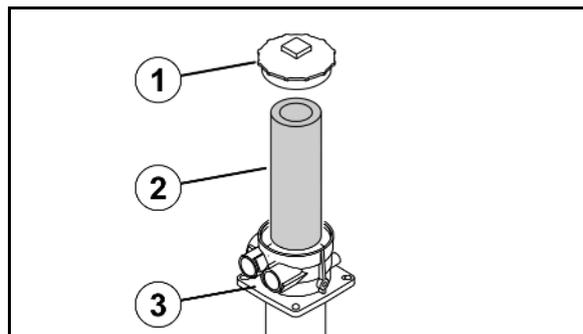

Fig. 186
1. Åpne dekselet (Fig. 186/1) til venstre på førerhusetaket.
2. Løsne forriglingen til filteret (Fig. 186/2), ta det ut og sett inn nytt filter.